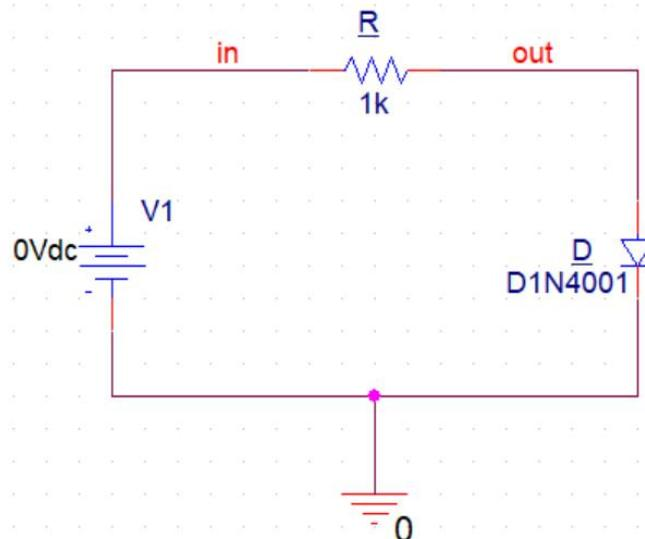

图 5.1 二极管特性测试电路
1. 二极管伏安特性测试电路如图 5.1 所示。输入该电路图，设置合适的分析方法及参数，用 PSpice 软件仿真分析二极管的伏安特性。
- 3.将图 5.1 所示电路中的电源 VS 用 VSIN 元件代替，并设置合适的元件参数，仿真反系二极管两端的输出波形。
(1) 输入图 5.1 电路图
(2) 仿真二极管伏安特性时的设置
(2) 仿真二极管温度特性时的设置
(1) 修改图 5.1 电路图如下所示。
(2) VSIN 信号源的设置